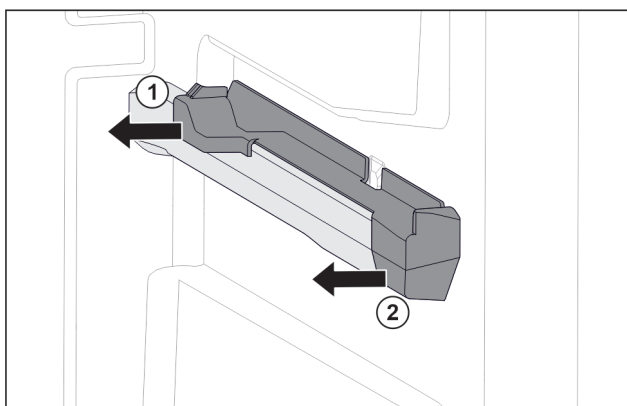

Fig. 140 Вставная часть на правом контейнерном ребре
- ▶ Отодвиньте вставную часть сзади в сторону. Fig. 140 (1)
- ▶ Отодвиньте вставную часть спереди в сторону. Fig. 140 (2)